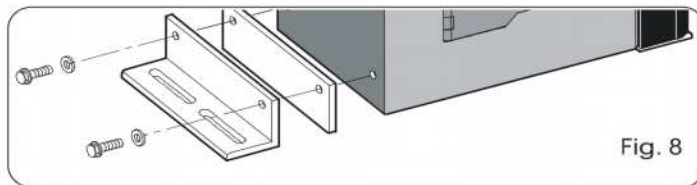

Fig. 8
- 1) Ensamble al operador los angulares de fijación y los separadores antivibraciones como muestra la Fig. 8.